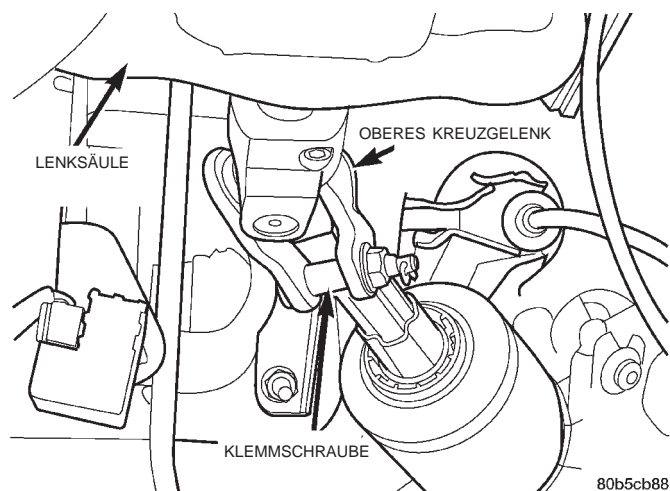

Abb. 24 Lenksäulenkupplung an Zwischenwelle auseinanderbauen
(30) Splint aus der Klemmschraube der Lenksäulenkupplung ausbauen (Abb. 24). **Die Mutter der Klemmschraube ist so an der Lenksäulenkupplung befestigt, dass sie nicht ausgebaut werden kann.** Dann die Lenksäulenkupplung auseinanderbauen.
(3) Zwischenwelle am Kreuzgelenk der Lenksäule montieren (Abb. 24). Die Mutter der Klemmschraube mit einem Anzugsmoment von 27 N·m (240 in. lbs.) festziehen. **Unbedingt den Splint einbauen, mit dem die Klemmschraube gesichert wird.**